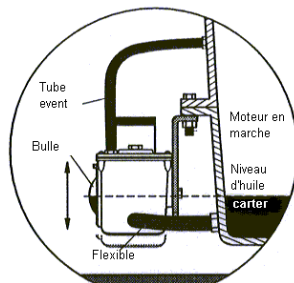

Figure 4
2. Fixer le flexible de diamètre 25 mm au carter et à la sortie LM300. Voir Figure 4. **ATTENTION :** le flexible doit être légèrement en pente à partir du LM300 et **NE DOIT** présenter ni boucles ni courbes.
3. Fixer le flexible de diamètre 13 mm et longueur 914 mm au raccord évent du LM300. Voir Figure 4.
4. Remplir le carter jusqu'aux niveaux désirés. Le moteur en marche et chaud, desserrer les écrous du support et placer le LM300 de façon à ce que le niveau d'huile dans la bulle soit aligné avec la ligne blanche "Ligne index" sur le cadran (Figure 4). Serrer les écrous.